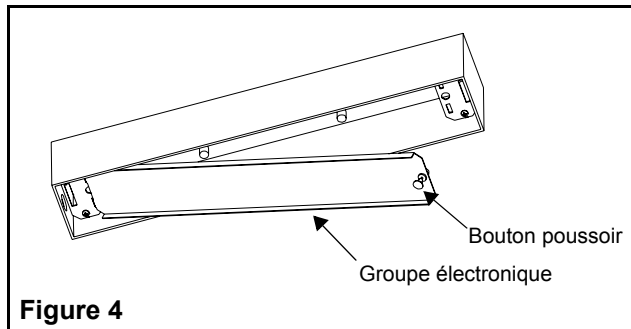

Figure 4
10. Mettre en place le groupe électronique dans le boîtier en insérant les languettes situées à l'extrémité de la plaque dans les fentes rectangulaires du boîtier. Enfoncer le bouton poussoir dans l'œillet de retenue (voir fig. 4).